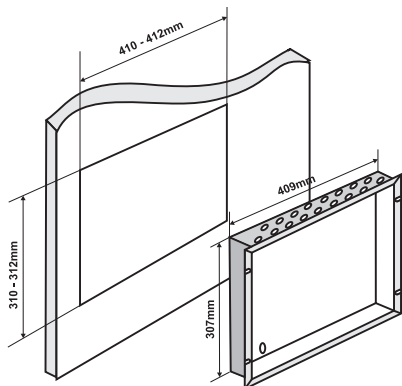

Figura 6.
- Utilice las medidas mostradas en la figura 6 para trazar y cortar las aberturas de montaje en la pared de yeso.